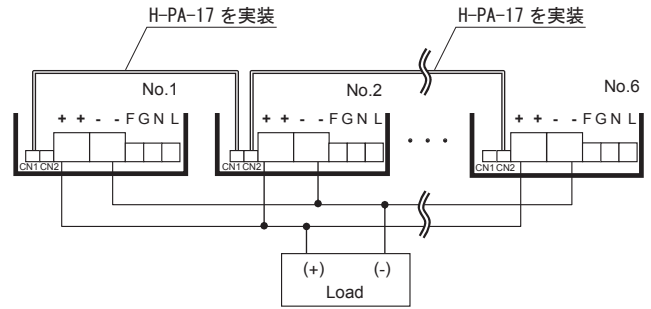

図2.2 並列運転時の接続例
- 図2.2の配線をするによって、並列運転することが可能です。各電源の出力電流のばらつきは最大10%程度となりますので、出力電流の総和は次式で求める値を越えない範囲でご使用ください。